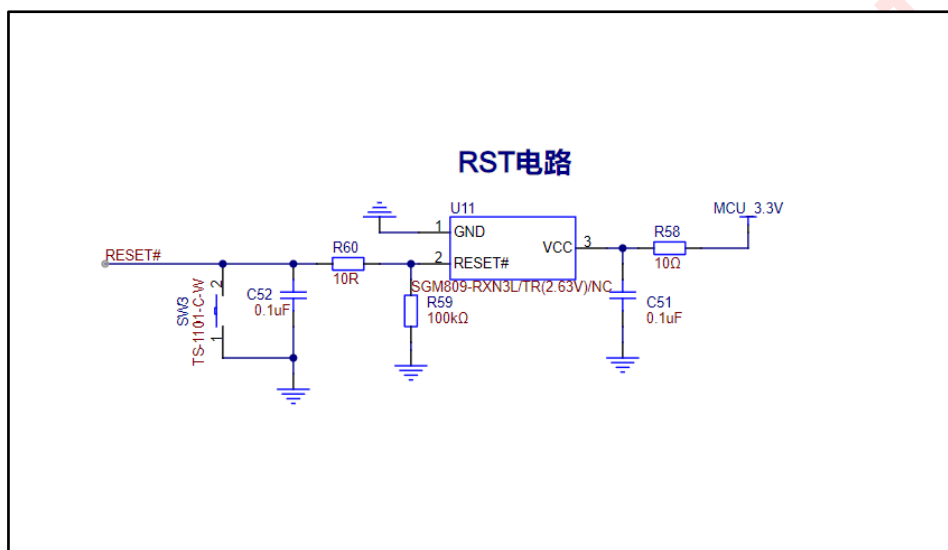

图 3-5: RST 电路
- 芯片复位需要采用复位 IC 电路, 保证芯片运行的稳定性(如图 3-5);